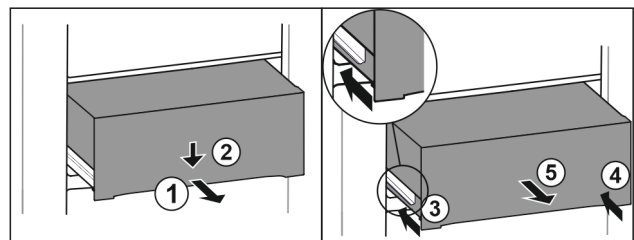

Fig. 133
- ▶ Вытяните выдвижной ящик наполовину. Fig. 133 (1)
- ▶ Вдавите выдвижной ящик в передней части вниз. Fig. 133 (2)
- ▶ Задвиньте левую направляющую прим. на 2 см. Fig. 133 (3)
- ▶ Задвиньте правую направляющую прим. на 2 см. Fig. 133 (4)
- ▶ Извлеките выдвижной ящик движением вперед. Fig. 133 (5)